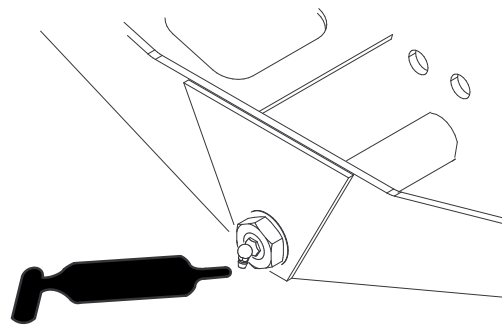

Figura 50
- Pivote de dirección del eje (1) (Figura 50)